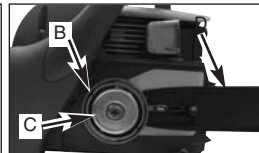

Abb. 4B
2. Schieben Sie die Kette um das Zahnrad (B) hinter der Kupplung (C) herum. Beachten Sie, dass die Glieder zwischen den Zähnen eingelegt sein müssen (Abb. 4B).
3. Führen Sie die Antriebsglieder in die Rille (D) und um das Ende der Schiene ein (Abb. 4B).